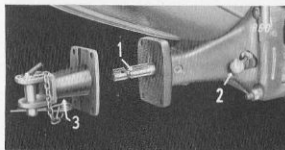

Fig. 25 Främre kraftuttag
Det främre kraftuttaget (extra utrustning) (1, fig. 25) är också fränkopplingsbart. Det roterar med 1.150 r/min när motorn går med nominellt varvtal. Inkoppling får endast ske med stillastående motor. För inkoppling trycks spaken (2) nedåt. Om detta inte går lätt, dras motorn runt ett stycke med startmotorn. Innan det främre kraftuttaget kan användas, måste den främre